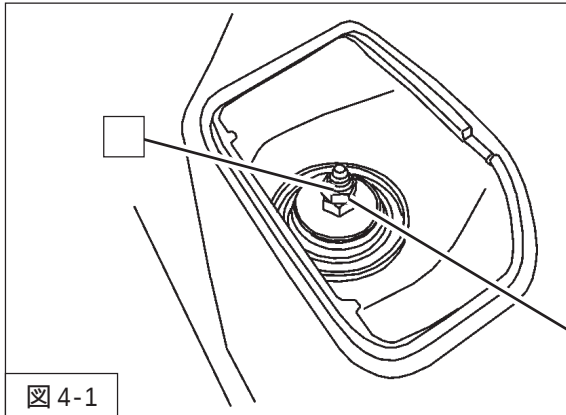

図4-1
2. リアダンパーASSY（同梱品）を車両に取付け、ダンパーアップ取付ナット（締付トルク：25N・m）を下図のように、ボルト突出し量が10mmになるように取付けてください。（図4-1）